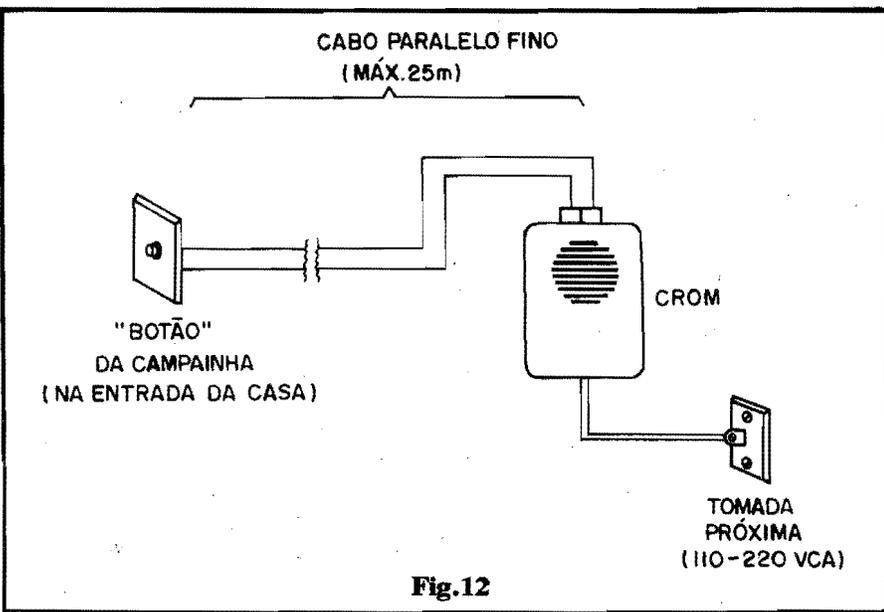

Fig.12
- FIG. 12 - A INSTALAÇÃO - Simplíssimas as providências de instalação... Normalmente a caixa da CROM ficará numa parede (fixada com braçadeiras, ou gancho, ou "ele") da cozinha ou área de serviços da casa... É importante que haja perto uma tomada comum de C.A., à qual será acoplado o plugue existente no "rabicho" da montagem (por razões óbvias de estética, esse "rabicho" deve ter apenas o comprimento suficiente, de modo a não ficar aquele "baita" fio, pendurado, feio e indutor de acidentes...). Do par de conetores "Sindal" sai o cabo paralelo fino que, passando